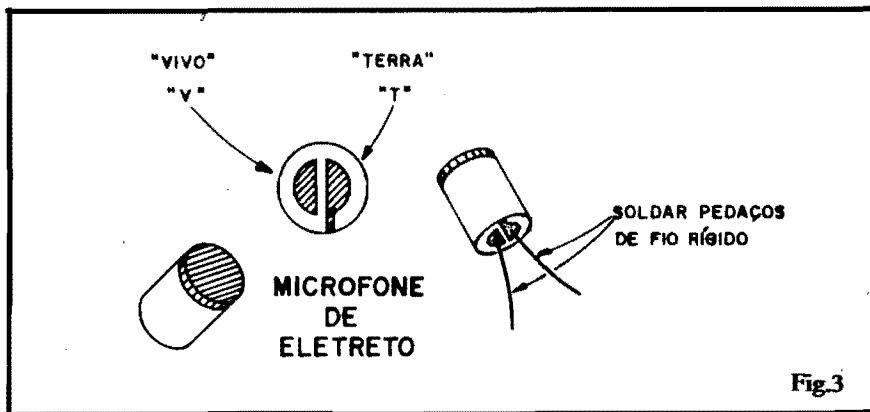

Fig.3
Ainda antes de iniciar as soldagens, duas recomendações: uma consulta às INSTRUÇÕES GERAIS PARA AS MONTAGENS (geralmente ficam junto ao TABELÃO, lá no começo da Revista...) e uma observação atenta a fig. 3, que identifica os terminais de ligação do microfone de eletretos de 3 terminais... o circuito do CEL-
- Posicionamento dos terminais "V" e "T" do microfone de eletreto (reportar-se a fig. 3, se houver dúvida...).
- Usando o bloco de isopor relacionado no item OPCIONAIS/DIVERSOS da LISTA DE PEÇAS, cortar no corpo do dito bloco dois compartimentos, sendo um deles com medidas de 6,5 x 6,0 x 2,0 cm. (para acomodação da própria placa do circuito) e o outro com 5,5 x 3,0 x 2,0 cm. (para acomodar a bateria). Observar, na figura, que o circuito e a bateria ficam, então, "embutidos" no bloco de isopor, dentro dos dois compartimentos sugeridos. O microfone de eletreto deve ficar levemente "levantado" (pelos fios rígidos que "encompridam" seus terminais - ver fig. 3) de modo a sobressair um pouco do conjunto.